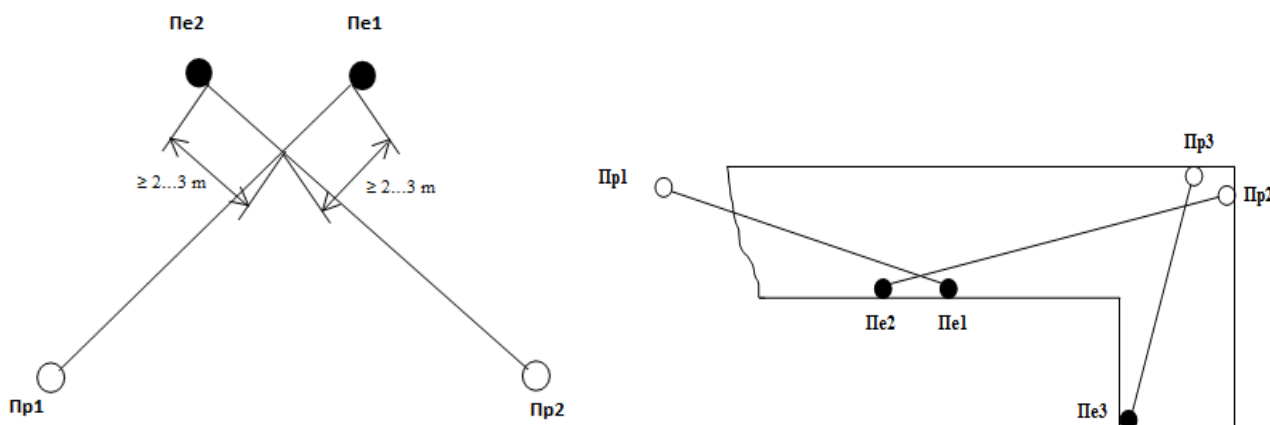

Рисунок 2 –Перекрытие секторов зоны обнаружения
3.2.1 Для создания непрерывного защищенной границы, необходимо обеспечить перекрытие секторов зоны обнаружения (рисунок 2). Перекрытием необходимо исключить наличие мертвых зон в охраняемом секторе и возможность его преодоления под или над датчиками в районе их крепления.